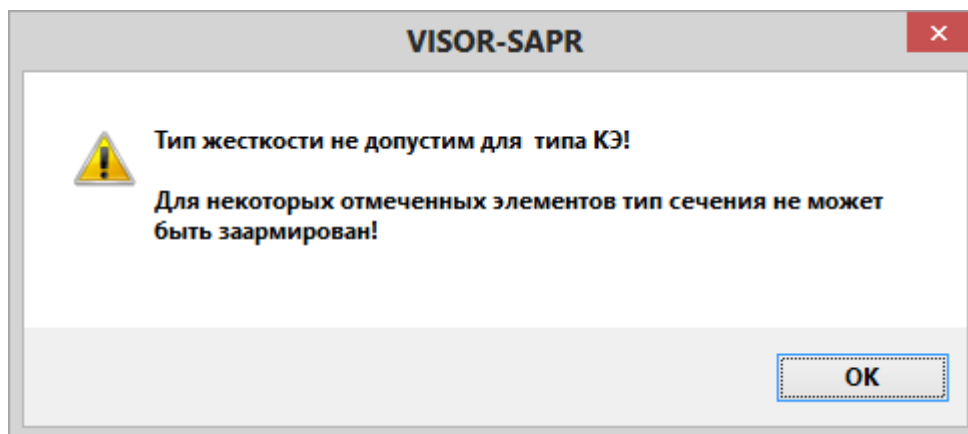

Рис.7.15. Диалоговое окно VIZOR SAPR
- В диалоговом окне с предупреждением (рис.7.15) щелкните по кнопке **ОК**.